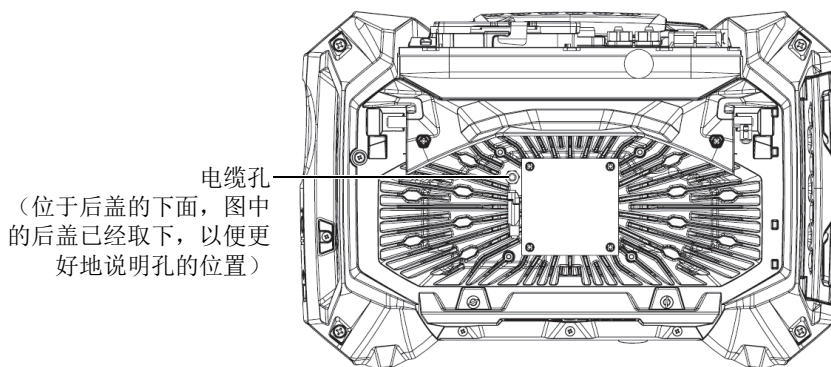

图 4-1 冷却风扇外壳的里面（后盖已经取下，以便显示电缆孔）
1. 检查风扇的开口处是否有灰尘或污垢，并使用压缩空气从机壳外部的各个方向小心地将灰尘或污垢吹走（可以使用的最大压力为207 kPa），但是不要直接向风扇外壳中的电缆孔中吹入压缩空气（参见第53页的图 4-1）。